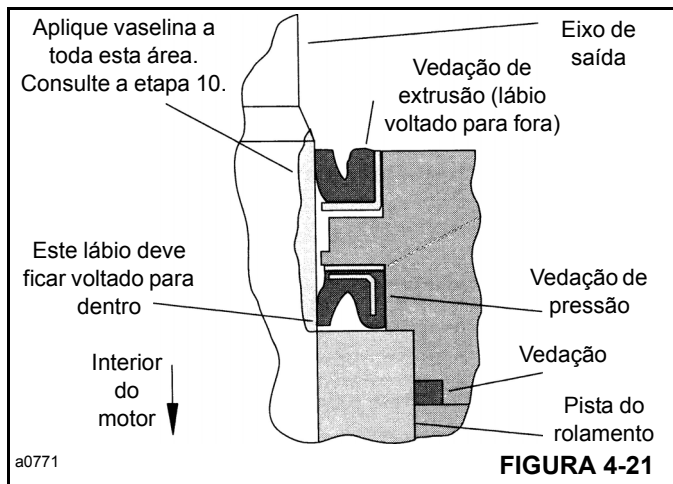

FIGURA 4-21
10. Antes de instalar o flange e o conjunto da vedação no eixo (9, Figura 4-14), coloque uma luva ou camisa protetora sobre o eixo. Em seguida, lubrifique o espaço entre a vedação de exclusão (2) e a vedação de pressão (5), bem como os lábios de ambas as vedações (consulte Figura 4-21).